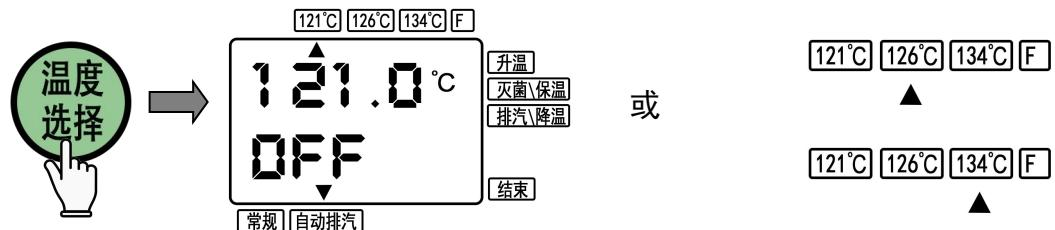

图 11
① 设置灭菌温度：根据灭菌物选择灭菌周期，本产品预设“ $121^{\circ}\text{C}$ ”、“ $126^{\circ}\text{C}$ ”、“ $134^{\circ}\text{C}$ ”三个一键制操作模式，按“温度选择键”选取所需的一键制温度（图 11）。注：一键制模式下灭菌温度都有相